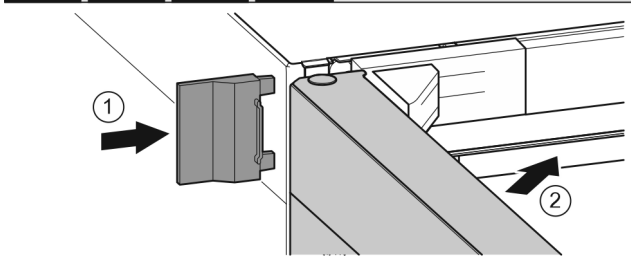

Fig. 19
- ▶ Nasuňte vnější kryt. Fig. 19 (1)
- ▶ Zavřete horní dveře. Fig. 19 (2)